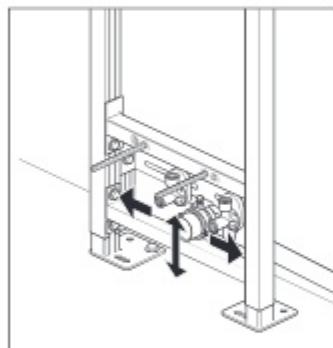

Рис. 9 / Сур. 9
9. Ослабьте болты регулировки высоты опоры поперечины. Поднимите опору поперечины как можно выше (под выпускным коленом для отходов) и снова затяните оба болта. Это обеспечит дополнительную поддержку биде (рис. 9).